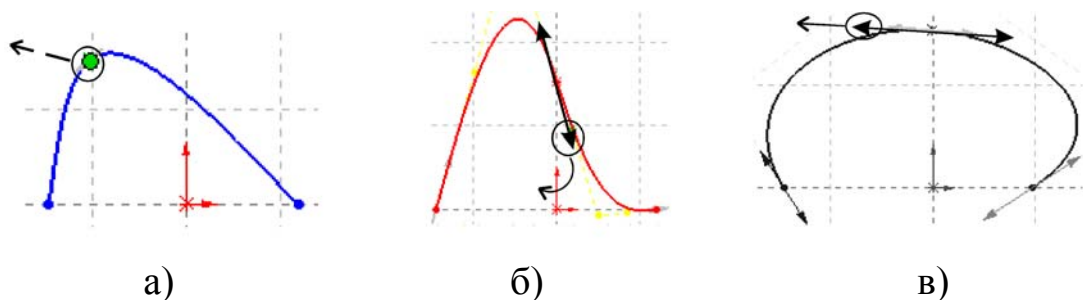

Рис. 2.7. Способы управления формой сплайна
- перемещением узла (рис. 2.7, а);
- изменяя **Радиальное направление касательной** – угол наклона относительно координатной оси (рис. 2.7, б);
- изменяя **Величину касательной** – радиус кривизны в выбранной точке (рис. 2.7, в).